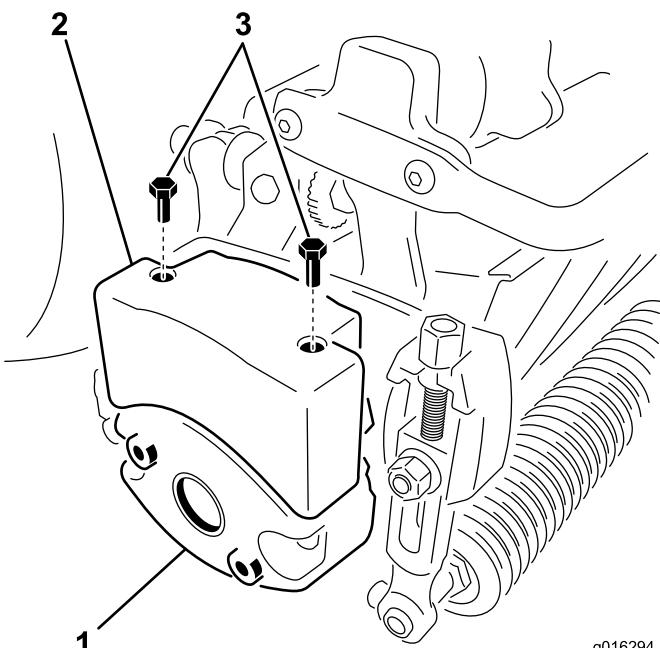

Figure 10
4. Retirez les 2 boulons de fixation de la masse à sur le côté gauche du plateau de coupe (Figure 10).
- Montez la masse supérieure sur la masse du plateau de coupe avec 2 vis à tête hexagonale (Figure 10).